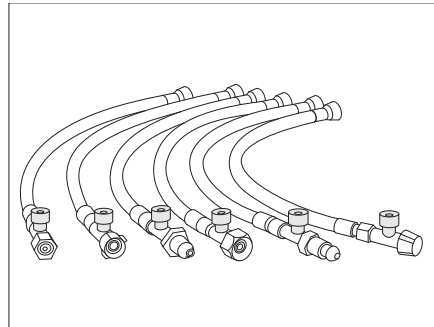

Bild 90 Hochdruckschläuche mit Schlauchbruchsicherung (länderspezifische Varianten)
- Grünen Knopf am Hochdruckschlauch (Bild 90) kräftig drücken.